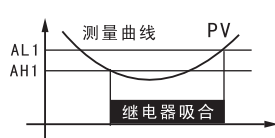

图2
(3) 设定 AH1<AL1, 当测量值 $\leq$ AH1时, 继电器吸合; 当测量值 $\geq$ AL1时继电器释放。继电器动作情况见图2, 常用于下限报警。
(4) 吸合值不等于释放值, 其之间的区域构成回程不动作区。通常回程不动作区为3~5个字。